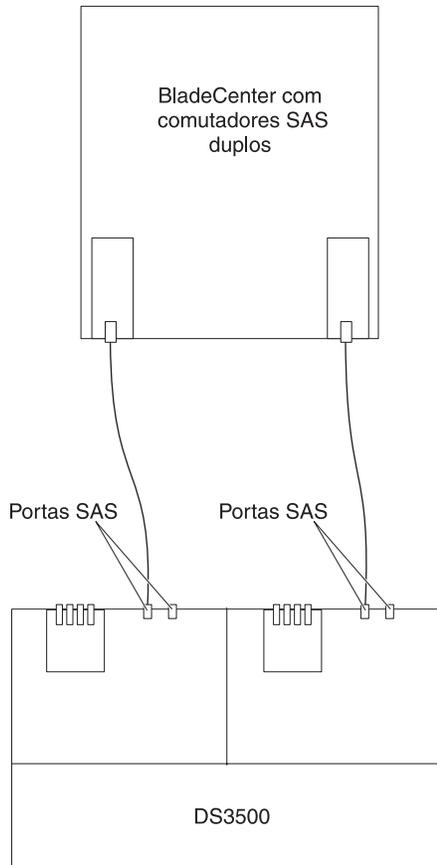

Figura 3-52. Exemplo de um DS3500 que está conectado a uma unidade BladeCenter
2. Para criar uma conexão de host redundante, conecte um cabo SAS de um segundo módulo de conectividade SAS a um conector do host no outro controlador no DS3500. Só é possível criar no máximo duas conexões de host redundantes em um DS3500 de controlador dual, sendo cada conexão a partir de um blade center com a porta do host do controlador DS3500 conforme mostrado na Figura 3-52 na página 3-42.
A Figura 3-52 mostra um exemplo de um DS3500 que está conectado a uma unidade BladeCenter.